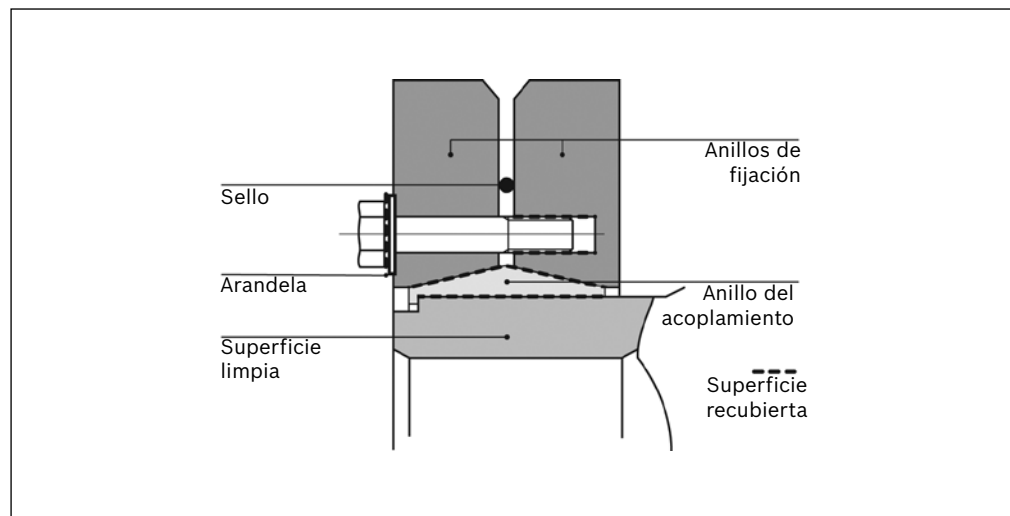

Fig. 6: Componentes del disco de contracción
- La superficie cónica entre el anillo del acoplamiento, los anillos de fijación y los pernos se deben recubrir con MoS₂ (Molykote), consulte Fig. 6: *Componentes del disco de contracción*. Esto se realiza en la fábrica en la entrega. Si se ingresó un motor para revisión o mantenimiento y este se debe volver a montar, puede que se requiera lubricar nuevamente dichas superficies con Molykote, pero recuerde: solo las superficies especificadas.